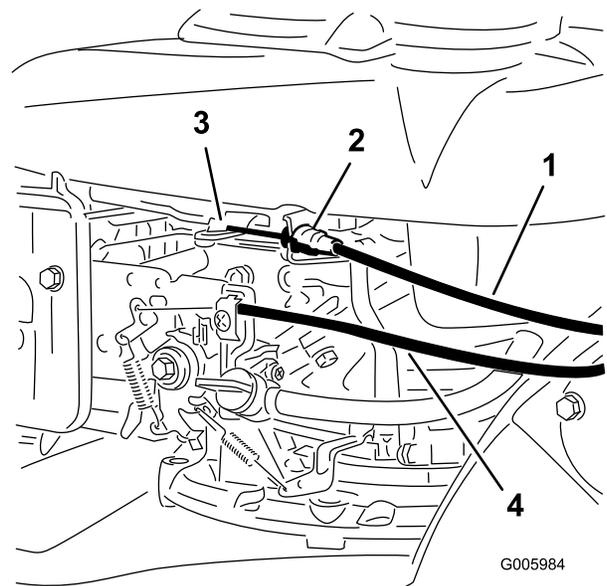
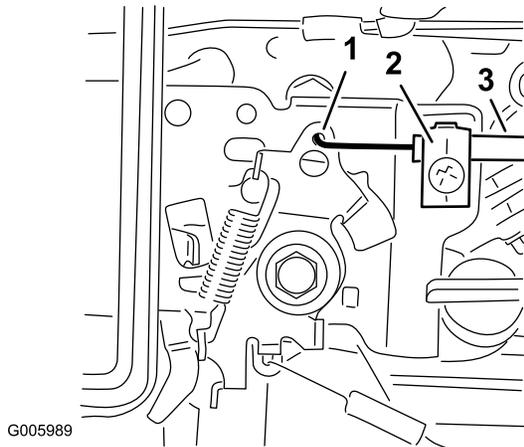

Figure 6
Figure 8
3. Faites passer le câble de frein de lame à l'extérieur du guidon et en attachez l'extrémité (Figure 6).
et attachez l'extrémité du câble à la manette d'accélérateur sur le moteur (Figure 6 et Figure 8).